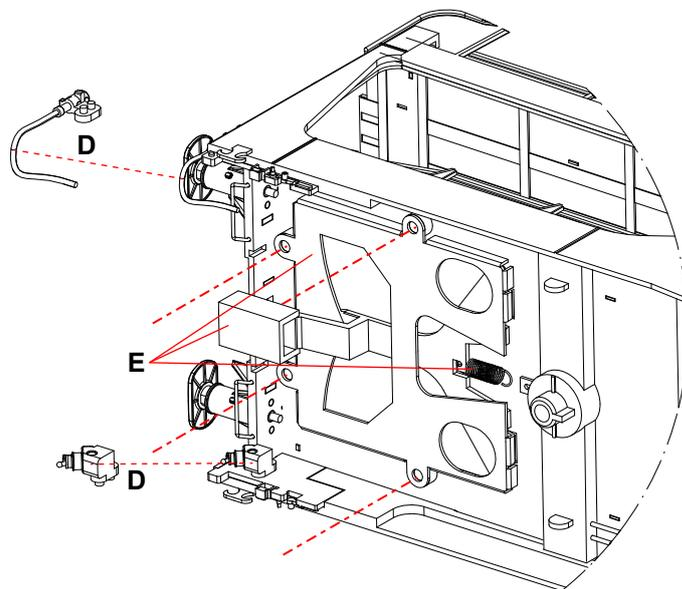

Figura 3.
3) Instalação de cinemáticas para engates funcionais NEM 362 (**fig. 3**) - Usar pinças de plástico e uma gotícula mínima de cola de cianoacrilato em cada pino de encaixe das peças "D". Montar e aparafusar com quatro parafusos fornecidos a cinemática "E" como ilustrado na figura 3.